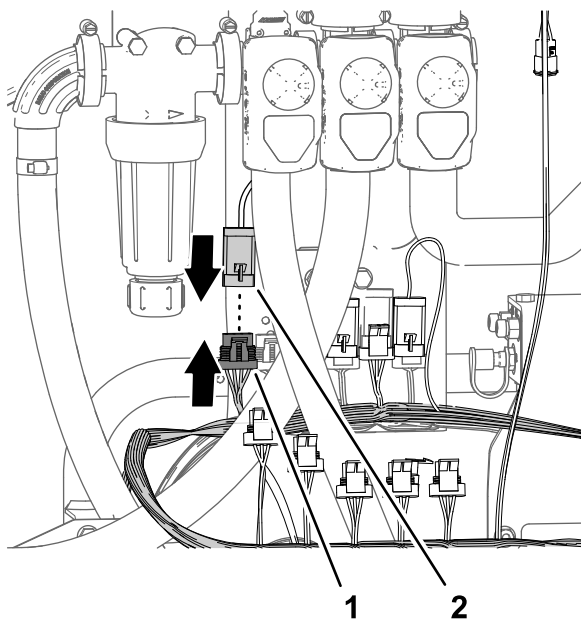

図 89
4. レートバルブ用アクチュエータの 4 ピンコネクタを、89cm の枝線のRATE VALVEというラベルの付いた 4 ソケットコネクタに接続する 図 89。